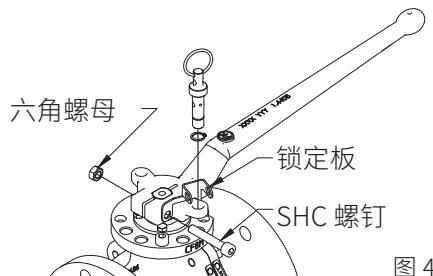

图 4
4. 将 SHC 螺钉穿过锁紧板孔和手杆，并拧紧六角螺母直至紧固，将手杆夹在阀杆平面上（图 4）。
5. 将锁销插入手杆上的锁销孔中（图 4 和 5）。